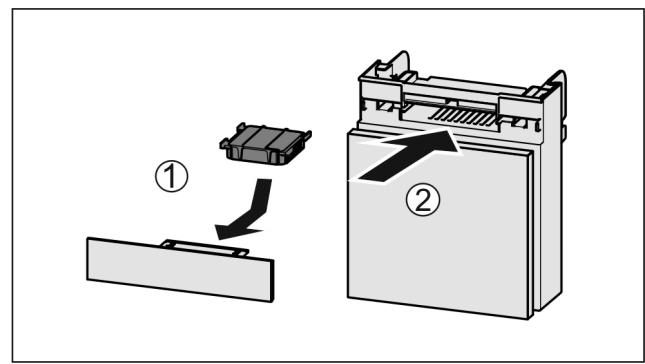

Fig. 124
- Umetnute filter s aktivnim ugljenom kao što je prikazano na slici Fig. 124 (1).
- Umetnute pretinac Fig. 124 (2).